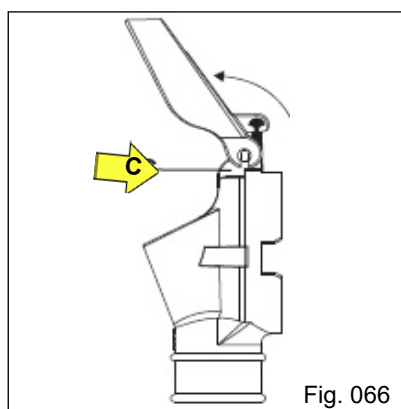
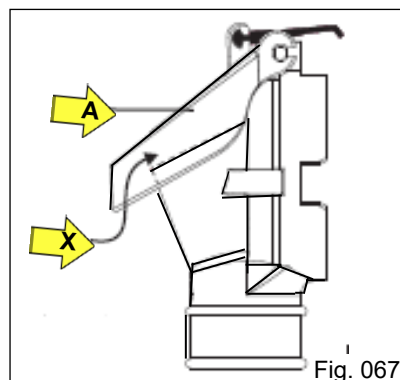

Fig. 066
Fig. 067
- Introduza a tampa até o final do canal e faça o giro da mesma (Fig. 066), observando a mesma posição nos dois lados dos pinos do bocal. Após gire até o Batente "X" da face superior do bocal (Fig. 067).